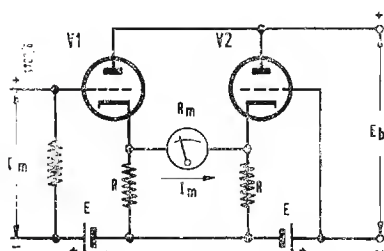

Fig. 4 - Voltmetro elettronico a resistenza di carico sul catodo e compensazione con tubo di ugual tipo
4. Tubo in cui la resistenza di carico si trova nel circuito catodico, l'equilibratura del ponte si effettua tramite un tubo di identico tipo (fig. 4).